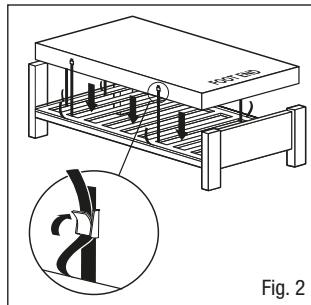

Fig. 2
- Sikre madrassen til sengen ved å bruke de justerbare stroppene - før stroppene rundt sengens base og sikre med spennene (Fig. 2), som gir rom for bevegelige deler på elektriske senger. Dette er viktig da det stopper madrassen fra å løsne fra sengen og føre til mulig skade til pasienten. Et stroppeforlengerset er tilgjengelig for bruk med kontinentsenger (delenummer 11062).